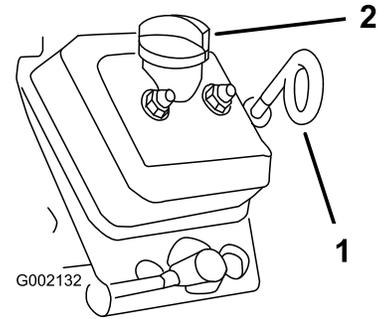

Figure 35
(Figure 35) pour éviter de faire tomber des impuretés dans le tube de la jauge ou le goulot de remplissage et d'endommager le moteur.
6. Retirez la jauge d'huile et essuyez-la soigneusement (Figure 35).
7. Insérez la jauge tout au fond du tube (Figure 35).
10. Remettez le bouchon de remplissage (Figure 35).
11. Réinsérez la jauge d'huile au fond du tube de remplissage (Figure 35).